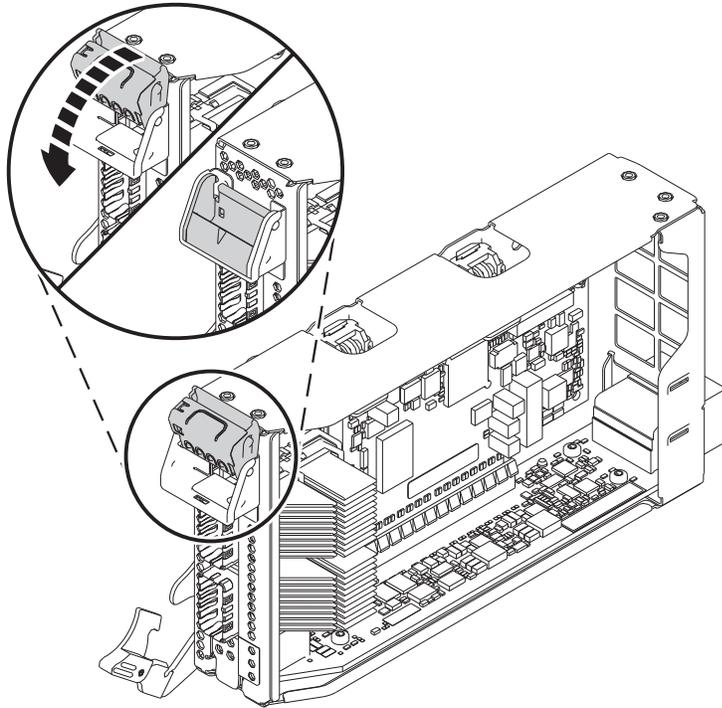

Figura 6. Colocar um adaptador de baixo perfil com metade do comprimento na cassete adaptador PCIe
- c. Para bloquear o adaptador no local, rode o trinco do contraponto como é mostrado na Figura 6 na página 7.